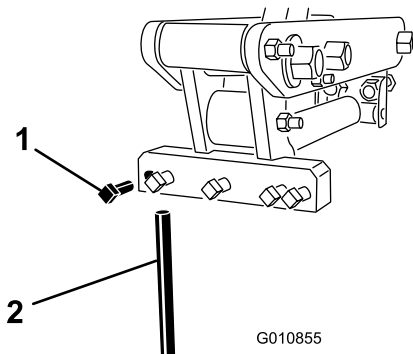

Figura 24
3. Desaperte as cavilhas de vedação e retire os dentes previamente utilizados (Figura 24).